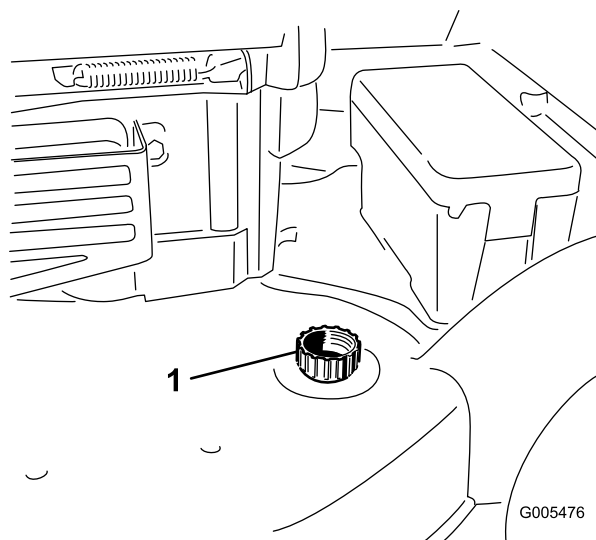

Figure 43
3. Branchez un tuyau d'arrosage relié à l'alimentation en eau au raccord de lavage du carter du tablier de coupe (Figure 43).